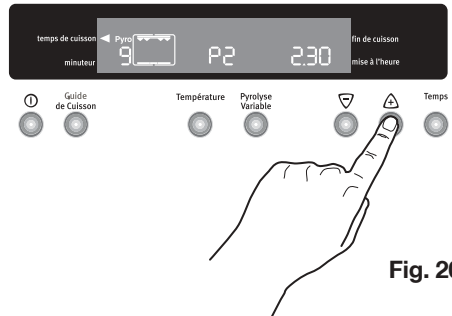

Fig. 20
3. Le voyant "Temps de cuisson" ► clignote. Pendant ce temps, appuyez sur les touches ▲ ou ▼ pour sélectionner la position **Pyrolyse 1 (P 1)** ou **Pyrolyse 2 (P 2)** (Fig. 20).